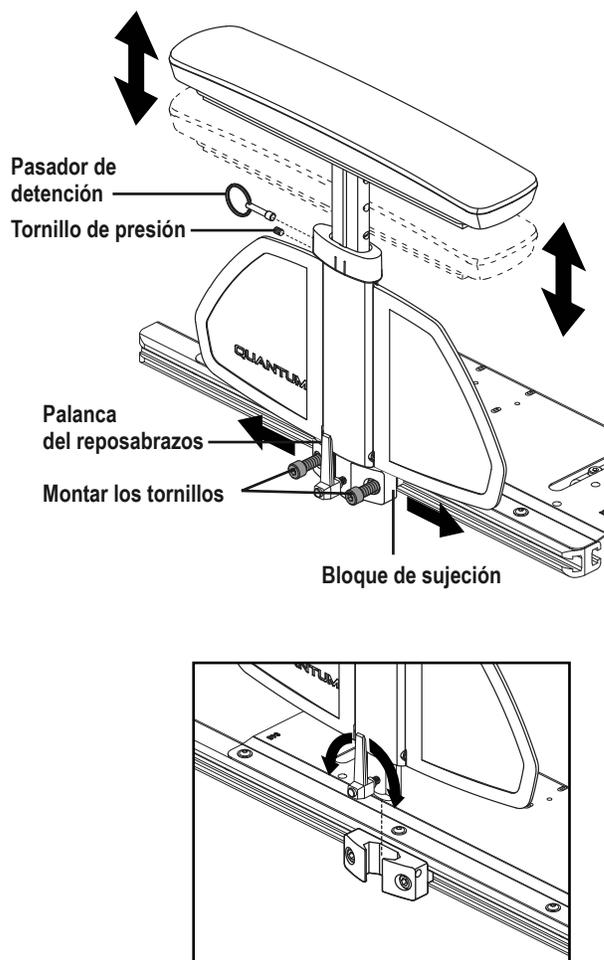

Figura 6. Instalación/extracción de los reposabrazos de liberación rápida del TB-Flex
2. Levante el conjunto del reposabrazos a su bloque de sujeción. **Ver figura 6.**
1. Acople el conjunto del reposabrazos a su bloque de sujeción. **Ver figura 6.**
1. Afloje pero no retire el tornillo de fijación girándolo en sentido antihorario con una llave hexagonal de 2 mm. **Ver figura 6.**